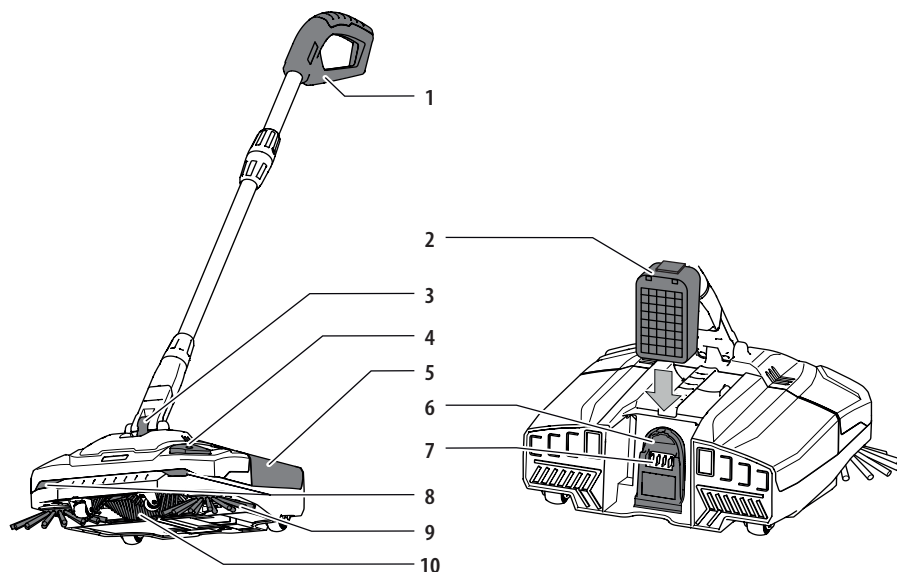

Bild 1: Batteridriven sopborste i arbetsläge
- Skjut in batteriet i batterifästet på maskinen tills batteriet klickar på plats (se bild 1).
4. Sätt den batteridrivna sopborsten i arbetsläge (se bild 1).